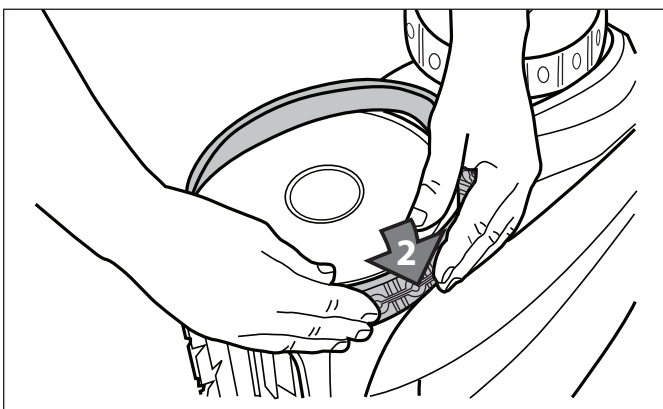

Figura 34. Comience por un lado del neumático
4. Presione uno de los lados del neumático contra la rueda y coloque la nervadura del neumático en la ranura de la rueda (Figura 34).